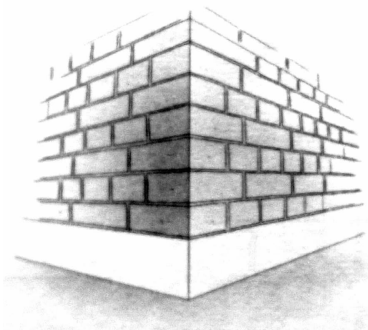
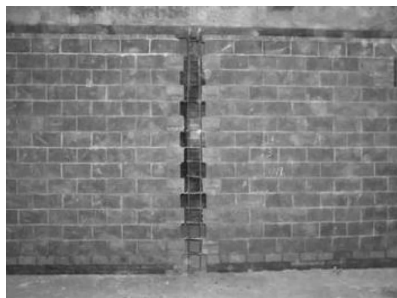

图 1-23 错缝搭接
图 1-24 未错缝搭接
(1) 砌体必须错缝:砖砌体是将砖利用砂浆填缝和粘结砌成墙体或柱。为保证整体性,砖必须错缝搭接(图 1-23),咬合严密,使外力分散传递,如不错缝搭接,砌体会被破坏(图 1-24)。咬缝不得小于砌块长度的四分之一。